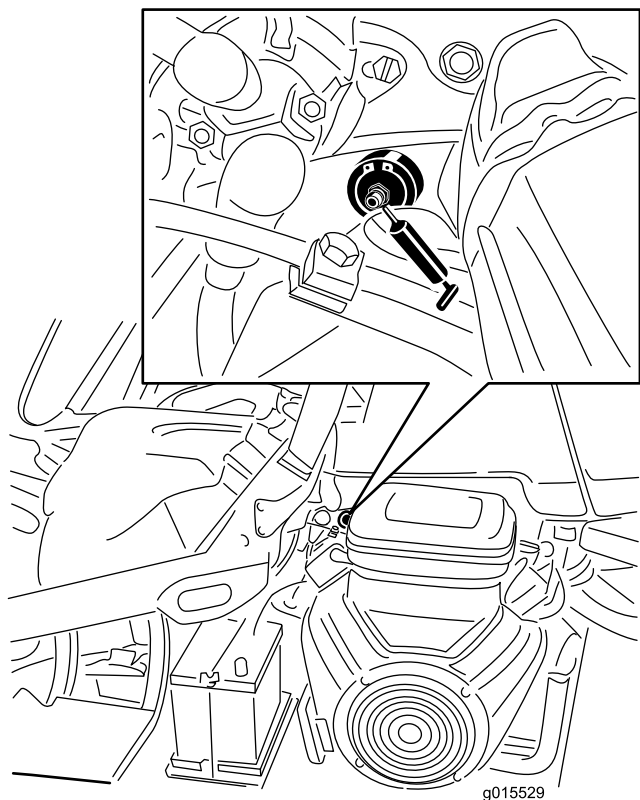

Bild 32
1. Wischen Sie die Schmiernippel ab, um das Eindringen von Fremdkörpern in die Lager oder Buchsen zu vermeiden (Bild 32).